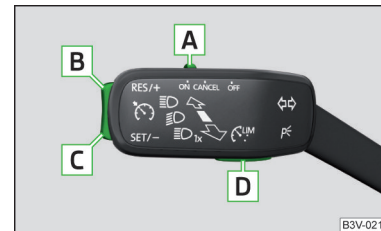

Abb. 277
Übersicht der Bedienungselemente der GRA » Abb. 277
- Durch das Drücken der Taste **[D]** » **Abb. 277** während der Regelung wird diese abgebrochen und es wird der Geschwindigkeitsbegrenzer aktiviert.